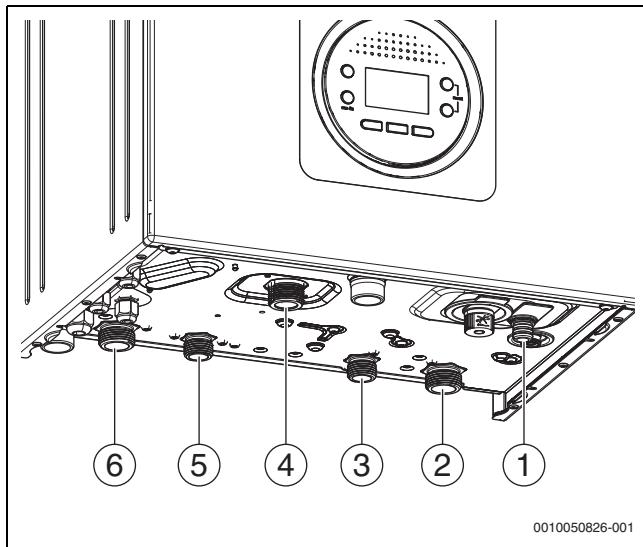

Fig. 23 Conexiones de las tomas de agua y de gas (Accesorios)
- Abrir la llave de agua fría (→ fig. 23) y abrir un grifo de agua caliente hasta que salga agua.
- Abrir las llaves de impulsión y de retorno de la calefacción (→ fig. 23).
- Llenar la instalación de calefacción a 1,5 bar en el dispositivo de llenado (→ fig. 23) y cerrar nuevamente el dispositivo de llenado.